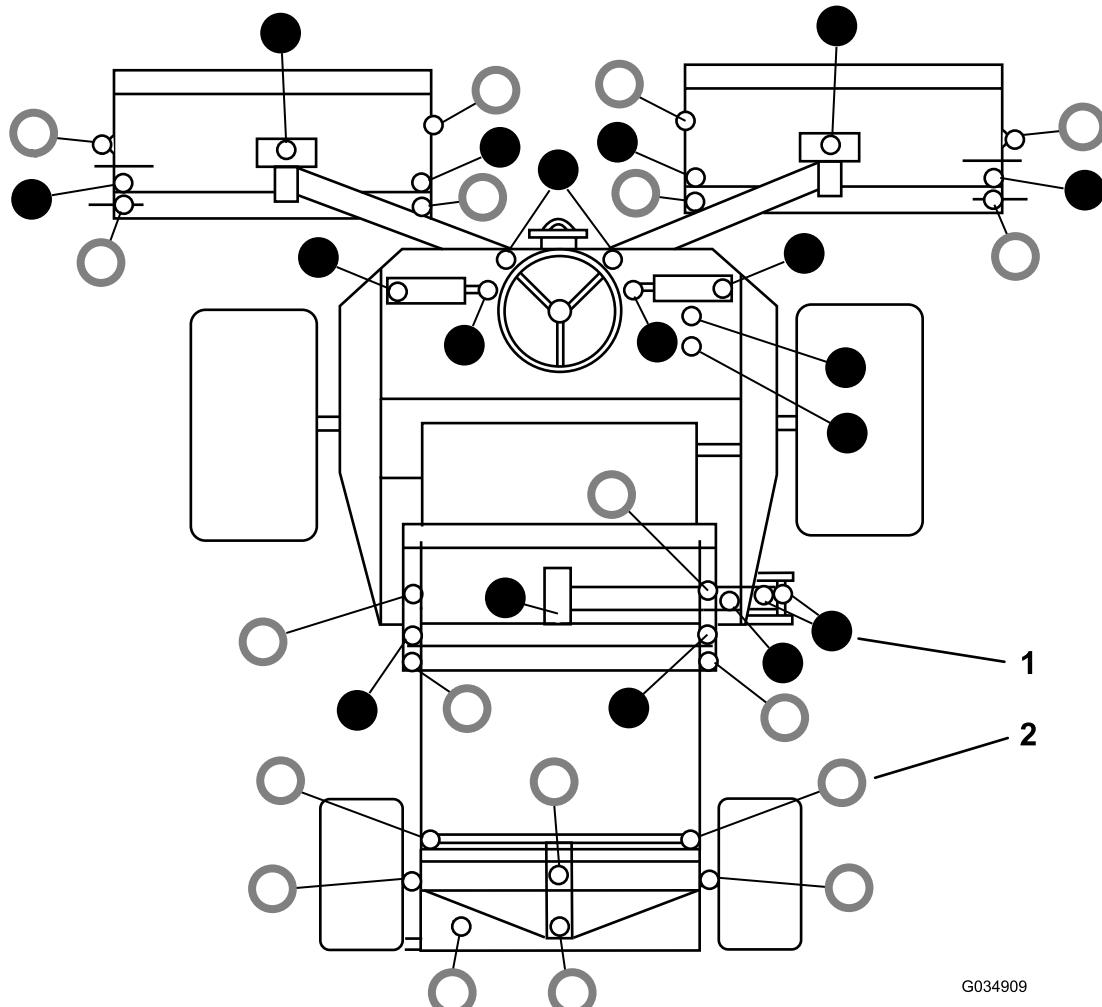

Bild 48
- Die Schmiernippelpositionen sind unter Bild 48 aufgeführt..